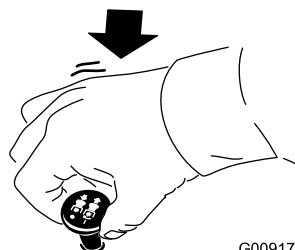

Figura 27
1. Desengrane las cuchillas moviendo el mando de control de las cuchillas a la posición de DESENGRANADO (Figura 27).